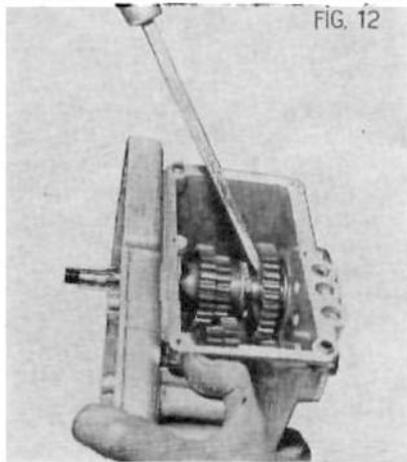

FIG. 12
- Glisser un tournevis fort mais assez fin dans un des logements du pignon à queue 34 pour passer derrière le roulement 35 et l'obliger à sortir du pignon 34 (fig. 12).